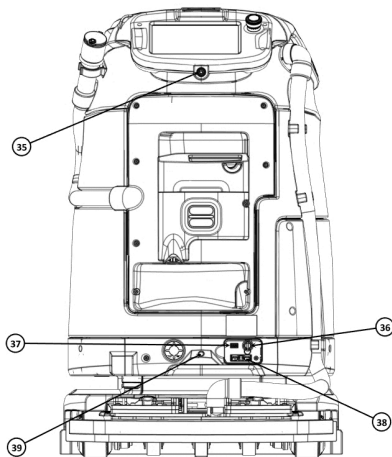

Figura 5
- 35. pulsante di accensione (Figura 5)
- 36. interruttore a chiave (Figura 5)
- 37. porta USB (solo assistenza) (Figura 5)
- 38. porta di ricarica manuale (Figura 5)
- 39. telecamera RGB posteriore (Figura 5)